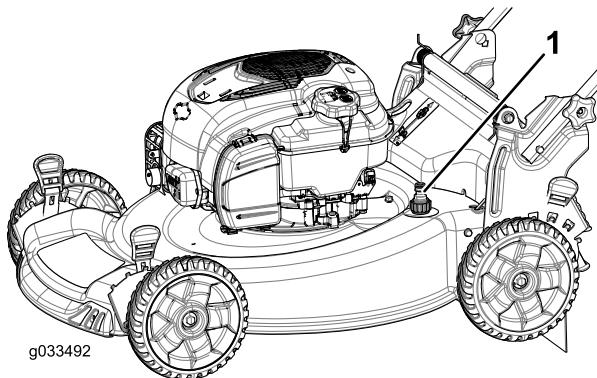

Figure 25
- Branchez un tuyau d'arrosage, relié à une arrivée d'eau, au raccord de lavage (Figure 25).